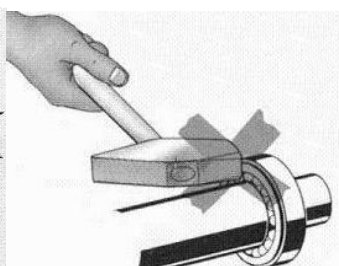

Fig. 3
- Ne frappez jamais le roulement avec un marteau! figure 3.